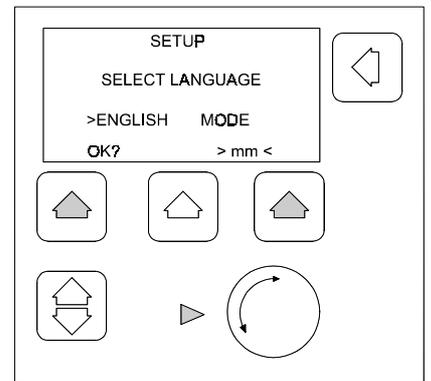

Bild 4-3 Menü "SETUP"
2. Taste „Zurück“ im Bedienfeld während der Initialisierung (5 Sek.) drücken und halten (Bild 3-4) (Selbsttest der Steuerung). Im Display erscheint die nebenstehende Anzeige (Bild 4-3).